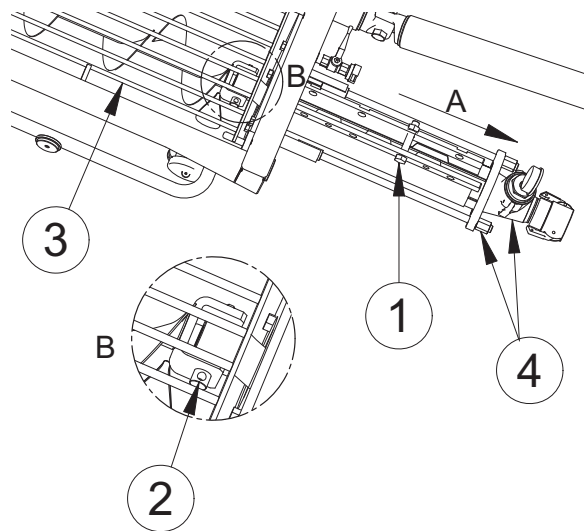

Fig. 9
Una disminución del caudal de material en la lanza puede indicar que la bomba está desgastada. Apriete gradualmente —una vuelta por vez— los tornillos de apriete (fig. 9, ref. 1) de la bomba y compruebe si se resuelve el problema. En caso contrario, será necesario sustituir la bomba como se indica a continuación. Seleccione el caudal mínimo y pare la máquina en una posición en la que pueda desmontar con facilidad el perno de arrastre (fig. 9, ref. 2) del tornillo excéntrico. Con la máquina vacía y limpia, y el motor apagado, levante la rejilla de la tolva (fig. 9, ref.3), afloje las tuercas de apriete de los tirantes de bloqueo de la bomba (fig. 9, ref.3), extraiga el perno de arrastre del tornillo (fig. 9, ref 1) y desmonte el tornillo y el estator (fig. 9, ref. A) al mismo tiempo.